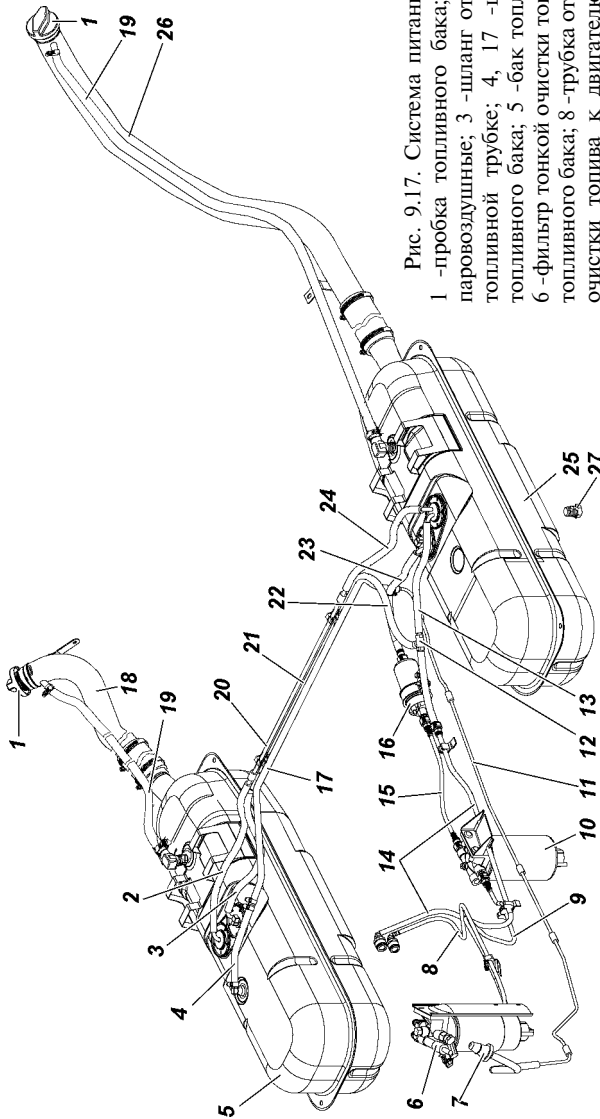

Рис. 9.17. Система питания двигателя:
Система питания (рис. 9.17)
Топливные баки 5, 25 (рис. 9.17). Обслуживание топливных баков заключается в периодической промывке фильтра приемной трубки указателей уровня топлива и самих баков.
- слейте топливо отвернув пробку 27 (рис. 9.17);
Топливный электронасос 16 (рис. 9.17) проточного типа.